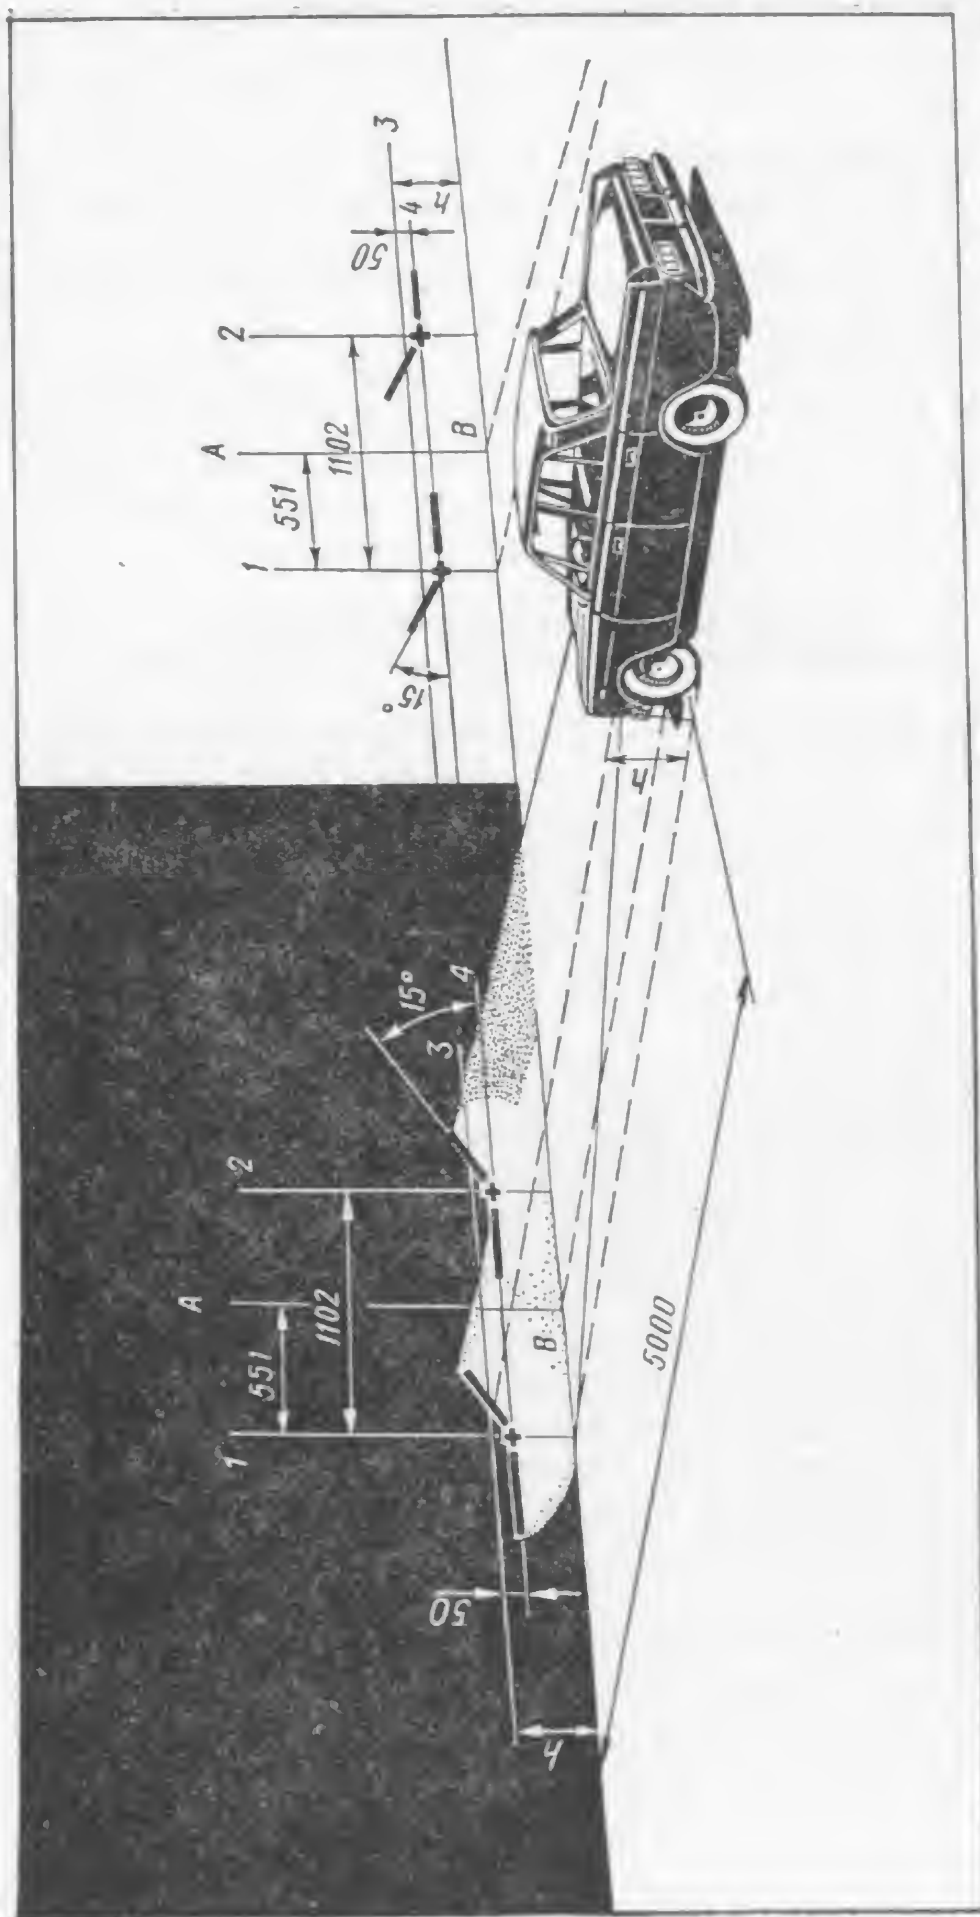

Bild 92. Bezeichnung des Schirms und Aufstellung des Wagens beim Einstellen der Scheinwerfer
Zur Prüfung und Einstellung der Scheinwerfer ist ein Schirm wie in Bild 92 dargestellt zu bezeichnen. Hierbei ist Linie 3 (Scheinwerfermitten) auf Höhe h über dem Boden aufzutragen, die der Höhe der Scheinwerfermitten über dem Boden am unbelasteten Wagen entspricht.
Falls die Anordnung der Lichtbündel auf dem Schirm bei eingeschaltetem Abblendlicht nicht Bild 92 entspricht, stelle man das Lichtbündel eines oder beider Scheinwerfer ein. Dazu:
- Der Scheinwerfer gilt als eingestellt, wenn die obere Kante des linken Teils des Lichtbündels mit Linie 4 (Bild 92) zusammenfällt und die senkrechten Linien 1 und 2 durch Kreuzpunkte der horizontalen und geneigten Abschnitte der Lichtbündel gehen.